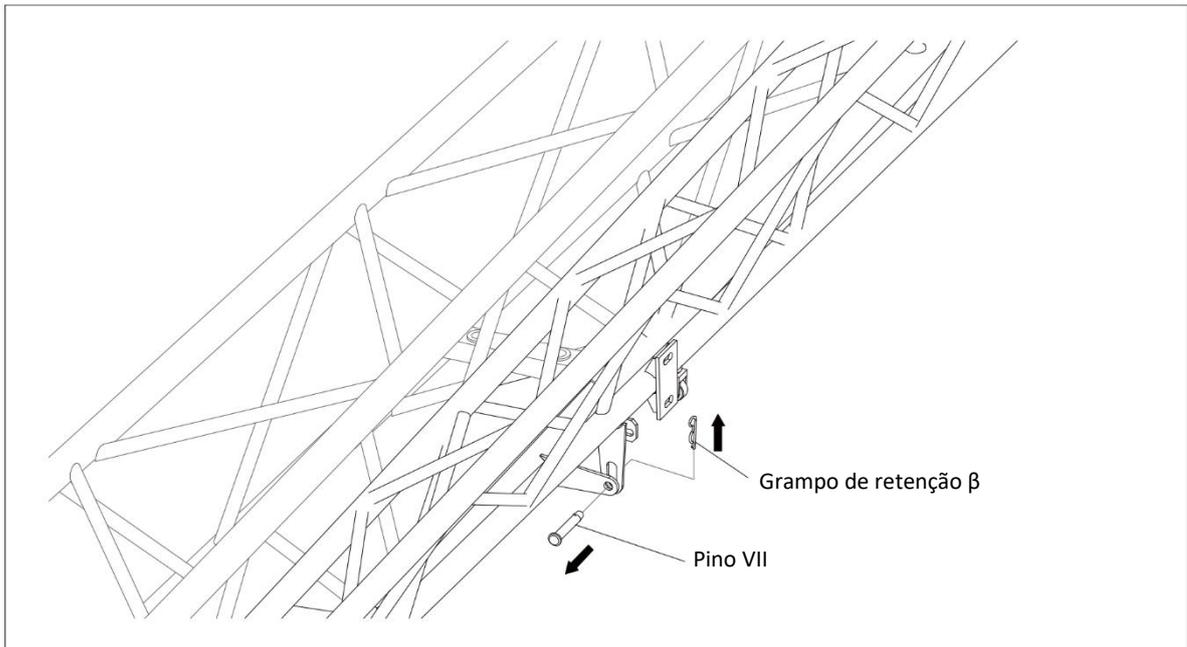

Figura 5-11 Remoção do pino VII
- n) Se a seção do braço II for usada, remova o pino VII e o grampo de retenção β conectando a seção I do braço à seção II. Consulte a figura 5-11.